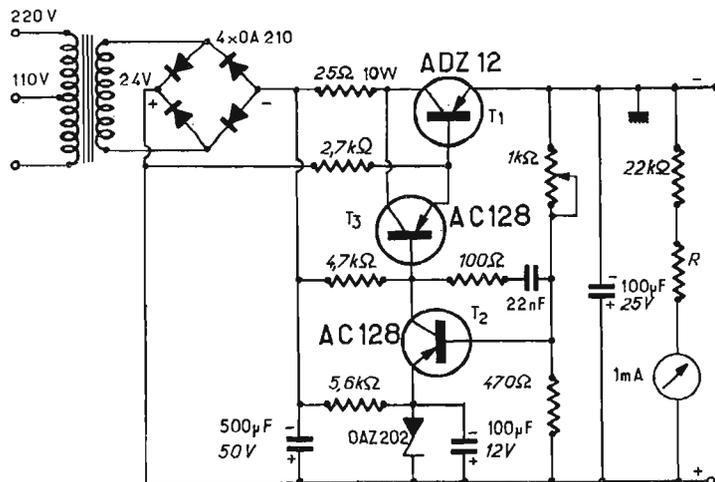

Fig. 3
La figure 3 représente le schéma complet d'une alimentation stabilisée qui utilise ce principe. T1 est le régulateur série, T2 est le comparateur. La tension de référence est produite par la diode Zener Z, dont la résistance-série (5,6 kΩ) fixe la valeur. T3 est l'amplificateur de la tension contrôlée. La cellule RC (100 Ω - 22 nF) entre base et collecteur du comparateur a pour but de stabiliser le fonctionnement et d'amortir des oscillations parasites possibles du fait du taux élevé de contre-réaction globale. Un des éléments du pont est variable (P) de manière à ajuster à volonté, entre 7 et 22 V, la tension utile régulée. La protection contre un éventuel court-circuit est assurée par la résistance de base de T1 (2,7 kΩ) vers le +, la résistance série de 25 Ω - 10 W dans le circuit collecteur et enfin T1, qui est un transistor de puissance, sera choisi de telle manière qu'il puisse supporter plus que largement la tension fournie par le redresseur. T1 sera monté sur une ailette refroidisseuse de 40 cm² au moins et la résistance-série ainsi que la diode Z, éloi-